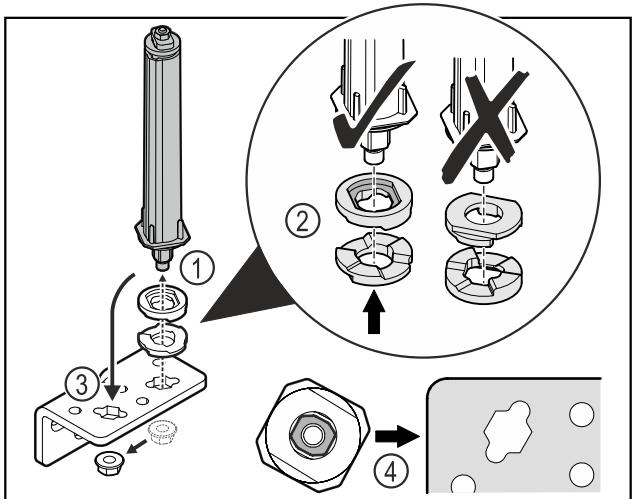

Fig. 36
- Atskrūvējiet uzgriezni un noņemiet durvju slēgšanas sistēmu Fig. 36 (1).
- Ievērojiet augstuma regulēšanas paplāšņu pareizo izvietojumu Fig. 36 (2).
- Pārlieciet durvju slēgšanas sistēmu lokāmājā kronšteinā un nofiksējiet ar uzgriezni Fig. 36 (3).
- Ievērojiet durvju slēgšanas sistēmas pareizo izvietojumu ievietošanas laikā Fig. 36 (4).